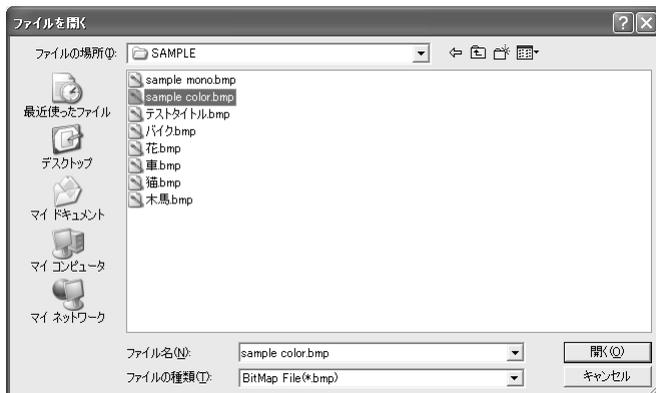

図10：ファイル選択ダイアログ
- 3** “Open File” ボタンをクリックすると図10のファイル選択ダイアログが表示されますので、転送したい画像ファイル（BMP、JPG、JPEG）を選択し、OKをクリックします。